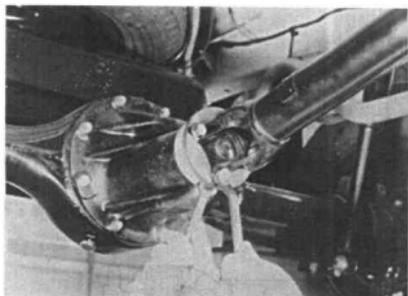

图 12-2
- (1) 顶起汽车。
- (2) 拧松凸缘叉侧的螺母、螺栓 (图 12-2)。
- (3) 拆卸下传动轴总成。